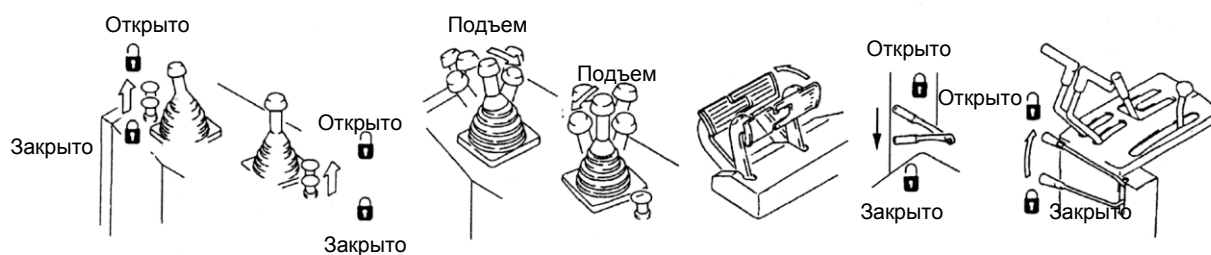

Рис. 2-8.
2.3. Начало движения (Рис. 2-8 ... 2-9).